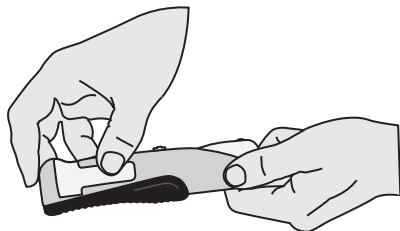

Рисунок 5
Установите переключатель прибора в положение «0». Коснитесь пальцем пластины-сенсора (6), в это же время другой рукой коснитесь точечного сенсора (5) (рис. 5). Светодиод и звуковой сигнал свидетельствуют о работоспособности прибора.